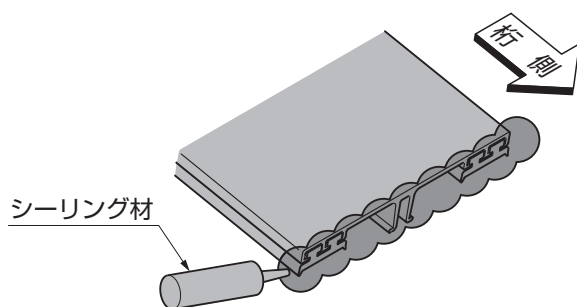

図12-9 垂木・妻垂木カバー
- ④垂木カバー、妻垂木カバーにシーリングをしてください。(図12-9参照)